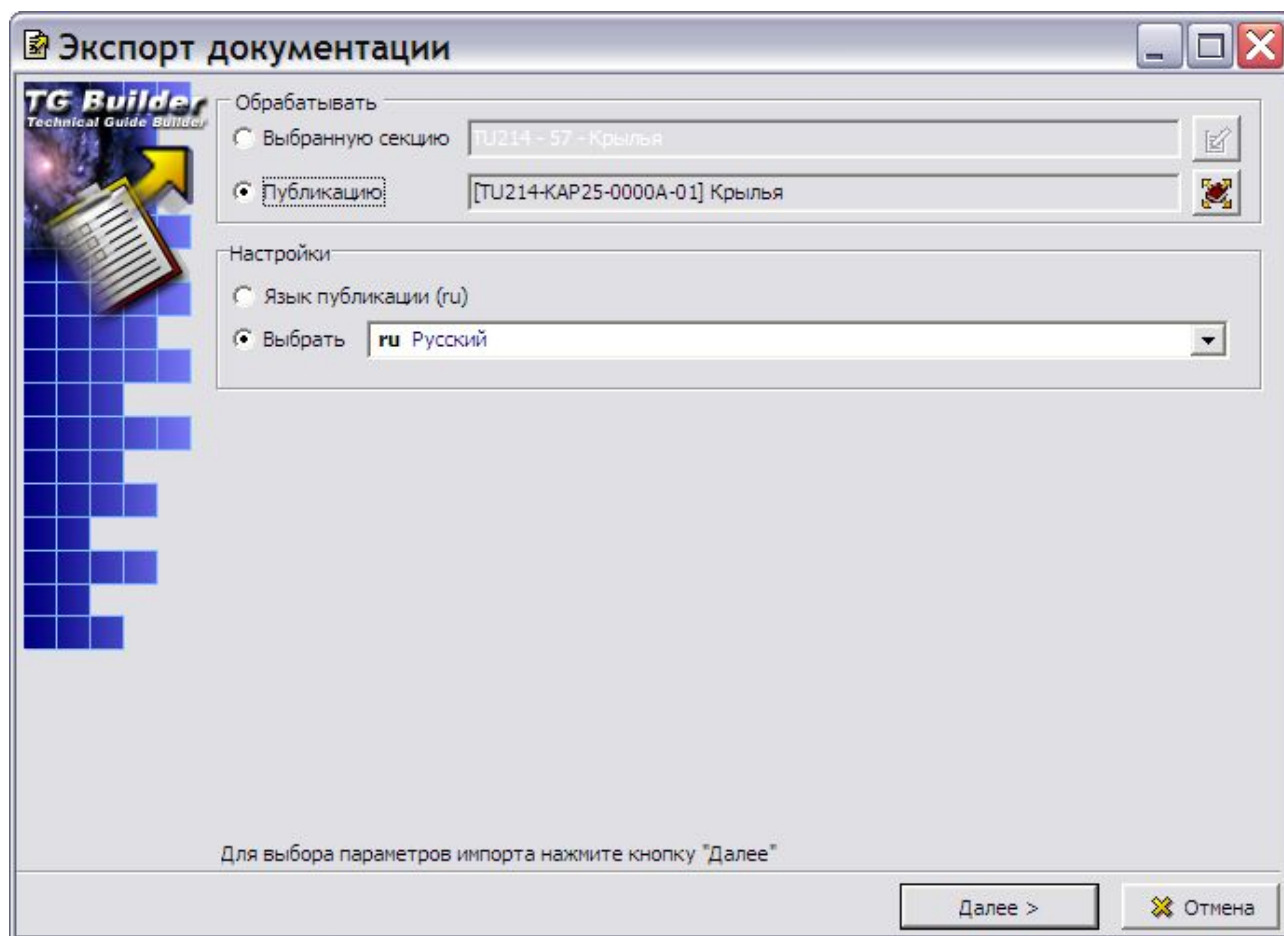

Рис. 12.26. Выбор публикации для экспорта
2. В окне **Экспорт документации** выберите публикацию (Рис. 12.26).